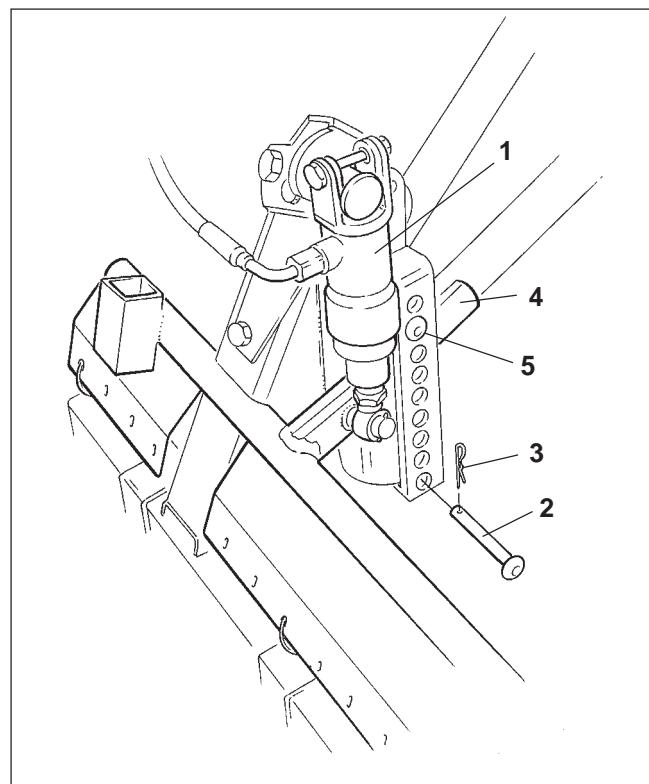
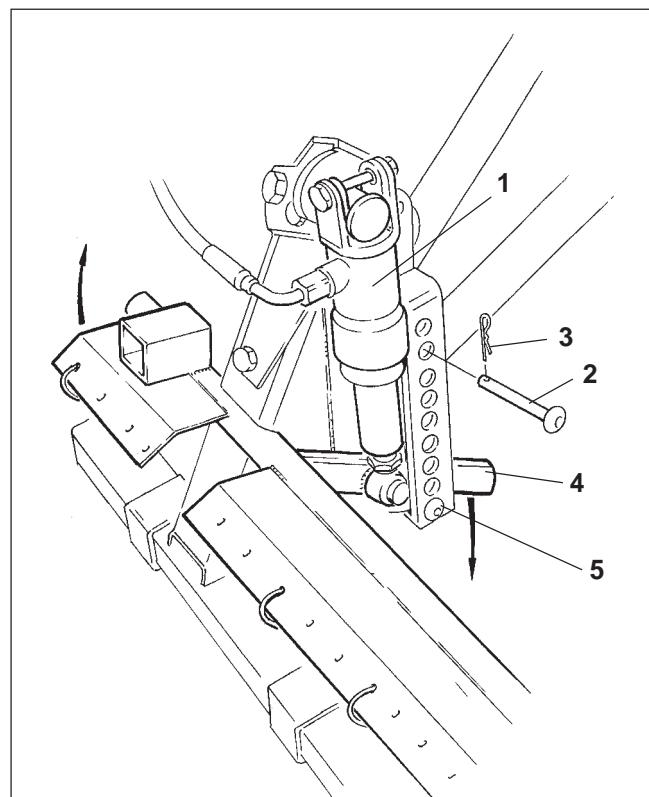

Рис. 11.7
Рис. 11.8
При смене нормальной почвы на тяжелую и наоборот давление выравнивателя типа "экзакт" переставляется гидравлическим цилиндром (Рис. 11.7/1), который управляет клапаном управления простого действия из кабины трактора.
Два пальца (Рис. 11.7/5 и Рис. 11.8/5) вставьте в качестве упора гидравлического цилиндра в сегмент регулировки. Упор гидравлического цилиндра (Рис. 11.7/4) лежит на пальце (Рис. 11.7/5), если цилиндр не находится под давлением, и на пальце (Рис. 11.8/5), если гидравлический цилиндра находится под давлением. Подсоедините "гидравлический присоединительный элемент II" к клапану управления простого действия трактора.
- подайте давление в гидравлический цилиндр (Рис. 11.8/1),
- установите палец (Рис. 11.8/2) в отверстие сегмента регулировки сверху упора (Рис. 11.8/4) и зафиксируйте при помощи пружинного зажима (Рис. 11.8/3).
- уберите давление из гидравлического цилиндра (Рис. 11.7/1),
- вставьте палец (Рис. 11.7/2) в отверстие сегмента регулировки и зафиксируйте при помощи пружинного зажима (Рис. 11.7/3).